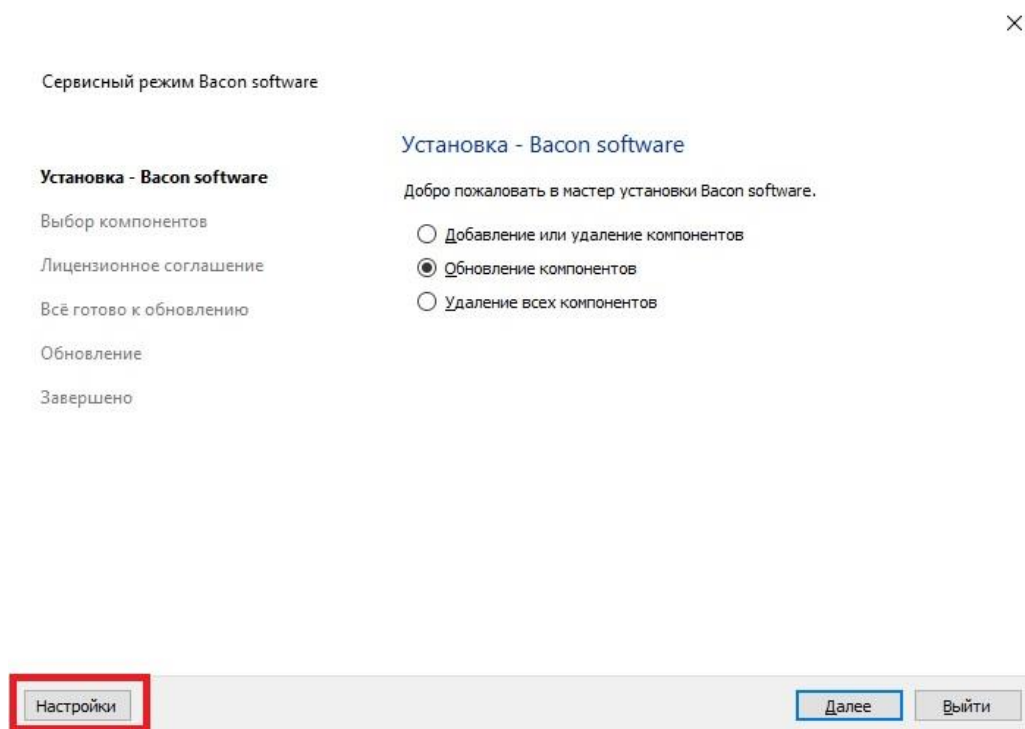
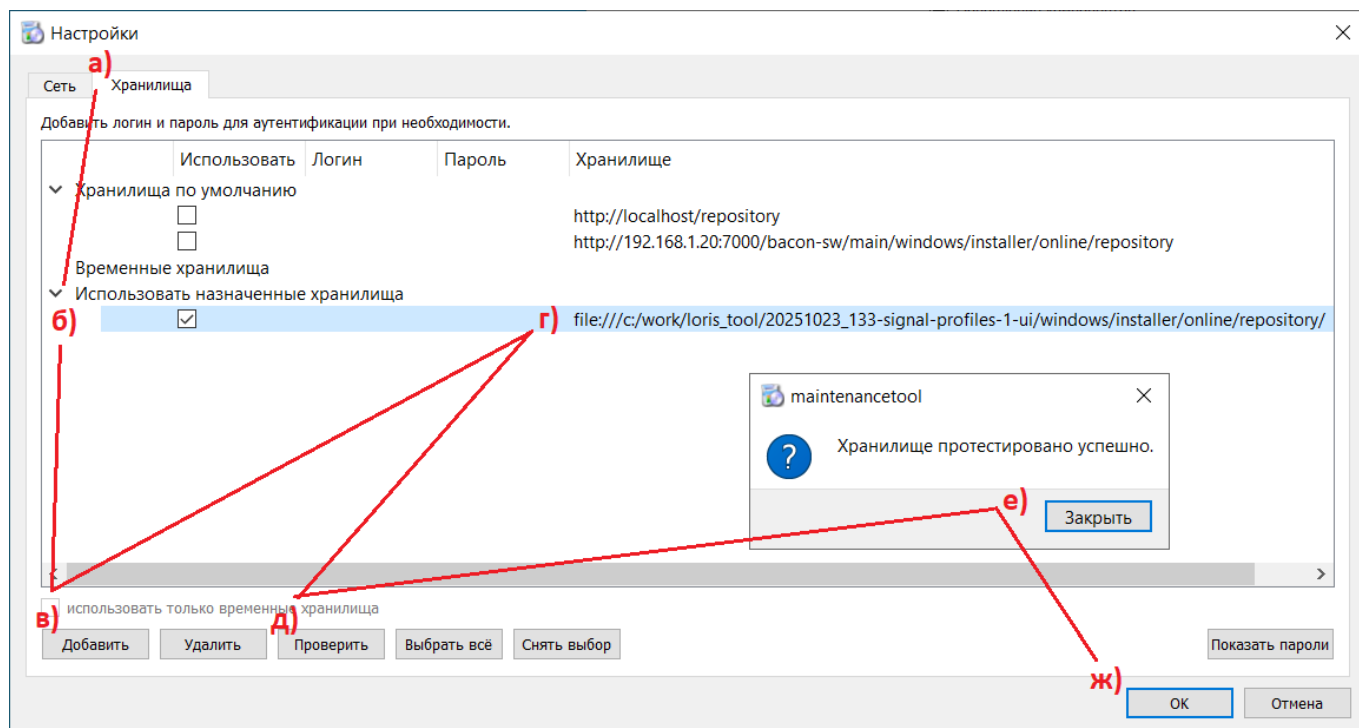

Рисунок 3.8 — Обновление компонентов Программы
Рисунок 3.9 — Обновление компонентов Программы
- 2) запустить maintenancetool (maintenancetool.exe) в каталоге с Программой с правами администратора операционной системы, нажать «*Настройки*» (рисунок 3.8), далее (рисунок 3.9):